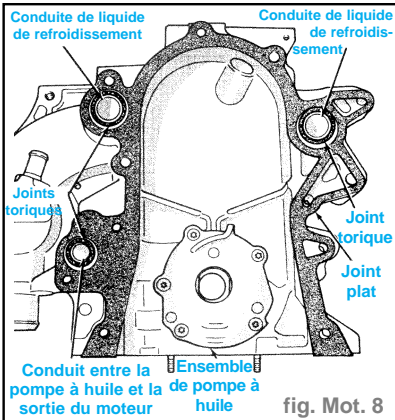

fig. Mot. 8
- Se servir d'un joint plat et de joints toriques de couvercles neufs (fig. Mot. 8). Coller le joint plat neuf au couvercle de carter de chaîne. Le bord inférieur du joint plat doit affleurer à **0,5 mm** au-delà du bord inférieur du couvercle.
- Placer le rotor intérieur de la pompe à huile. Les méplats doivent occuper la même position que ceux de l'entraînement du vilebrequin (fig. Mot. 8).